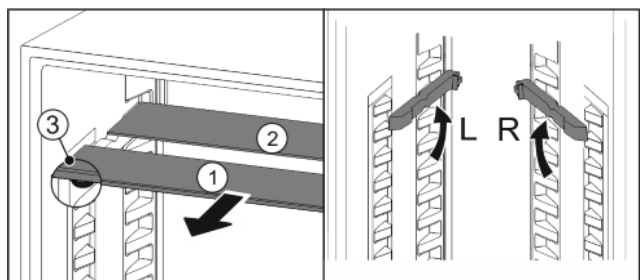

Fig. 20
- ▶ Glasplatten einzeln nach vorne herausziehen Fig. 20 (1).
- ▷ Glasplatte *Fig. 20 (1)* mit den Auszugsstopps liegt vorne.
- ▷ Stopps zeigen nach unten *Fig. 20 (3)*.